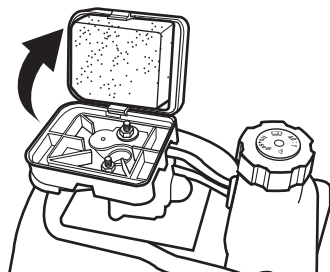

Fig. 27
- > Soignez particulièrement vigiler lorsque vous travaillez à proximité d'arbres et de buissons. L'accessoire de coupe peut endommager l'écorce sensible et les poteaux de barrière (Fig. 27).